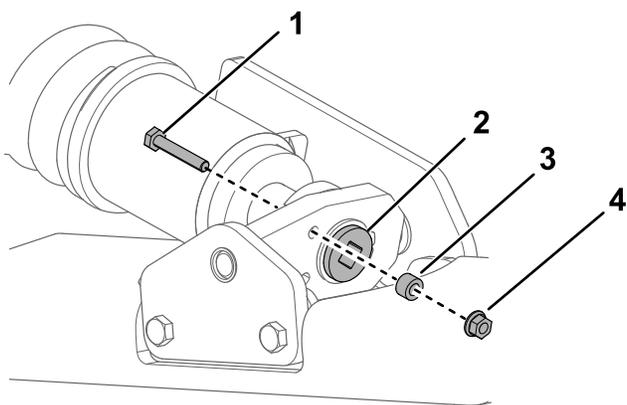
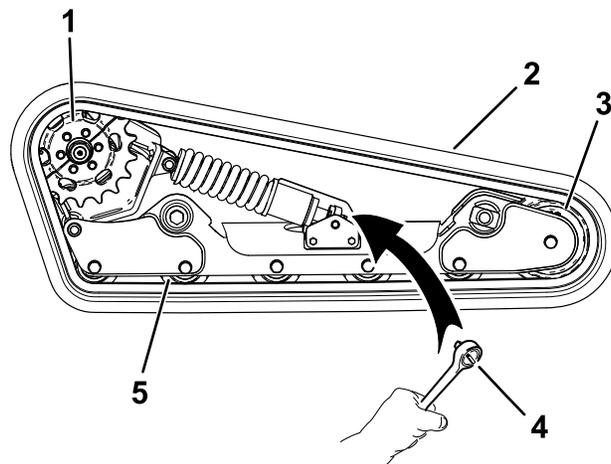

Figura 57
Figura 61
4. Retire o parafuso de bloqueio, o espaçador e a porca (Figura 57).
6. Alinhe o entalhe mais próximo no parafuso tensionador com o orifício do parafuso de bloqueio e fixe o parafuso com o parafuso de bloqueio e a porca (Figura 57).
7. Retire o parafuso de bloqueio, o espaçador e a porca (Figura 57).
8. Utilizando uma chave de ½ polegada, liberte a tensão de acionamento rodando o parafuso tensionador no sentido dos ponteiros do relógio (Figura 57 e Figura 61).
5. Roda de estrada (5)
9. Retire os três parafusos que fixam a metade da roda motora que não está engatada com a lagarta (Figura 61).
14. Enrole a nova lagarta à volta da roda dianteira, depois enrole a lagarta à volta do cubo de transmissão na lateral sem a roda motora (Figura 61).
15. Empurre a lagarta por baixo e entre as rodas da estrada e envolva-a à volta da estrutura (Figura 61).